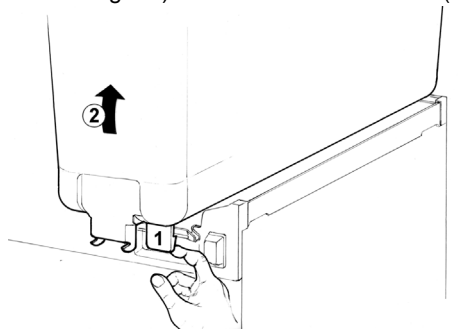

Bild 2
- 2 Leeren Behälter lösen durch Anheben an der **Rückseite** (gegenüber der Ausgabe) und nach oben abheben (Bild 2).